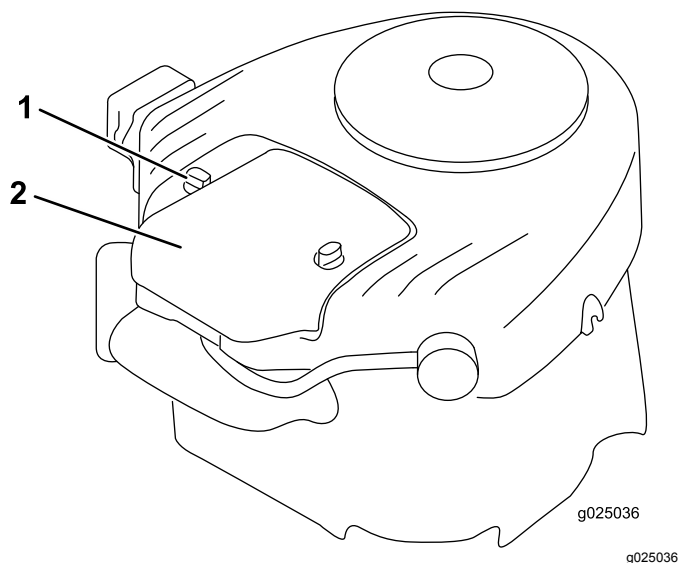

Figure 22
2. Dévissez les boutons et déposez le couvercle du filtre à air (Figure 22).
2. Reposez le couvercle du filtre à air et les boutons (Figure 22).